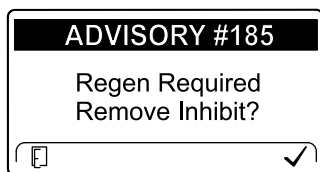

Figura 43
**Notă:** Dacă setai InfoCenter să inhibe regenerarea, InfoCenter va afișa ADVISORY #185 (recomandarea nr. 185) (Figura 43) la fiecare 15 minute în timp ce motorul solicită o regenerare de resetare.